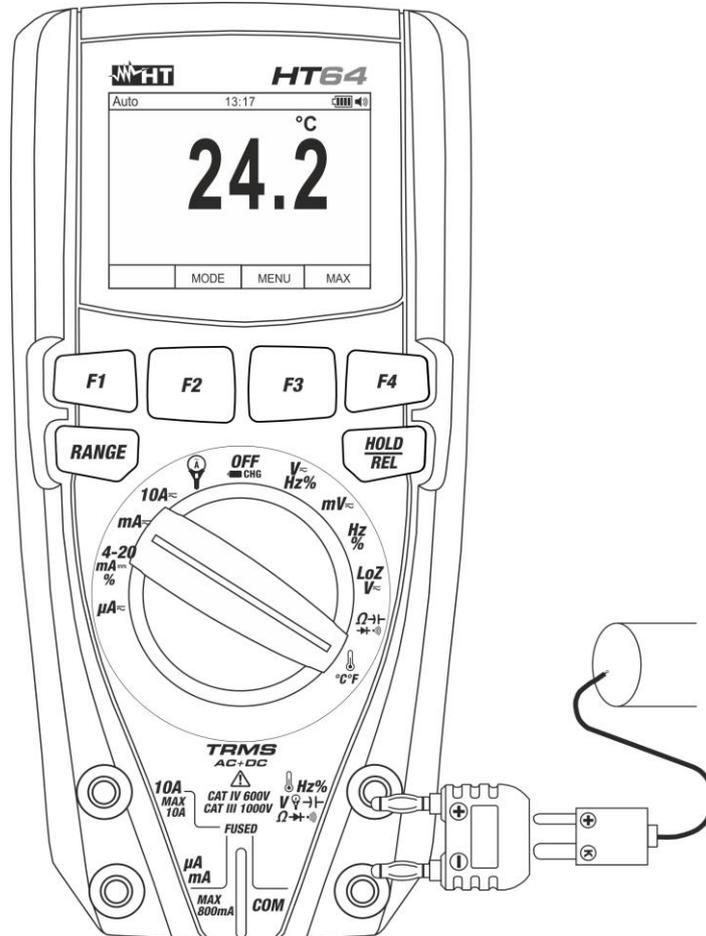

Abb. 29: Verwendung des Gerätes für Temperaturmessung
3. Stecken Sie den mitgelieferten Adapter in die Eingangsbuchsen Hz% V → Ω → (Polarität +) und **COM** (Polarität -) (siehe Abb. 29).